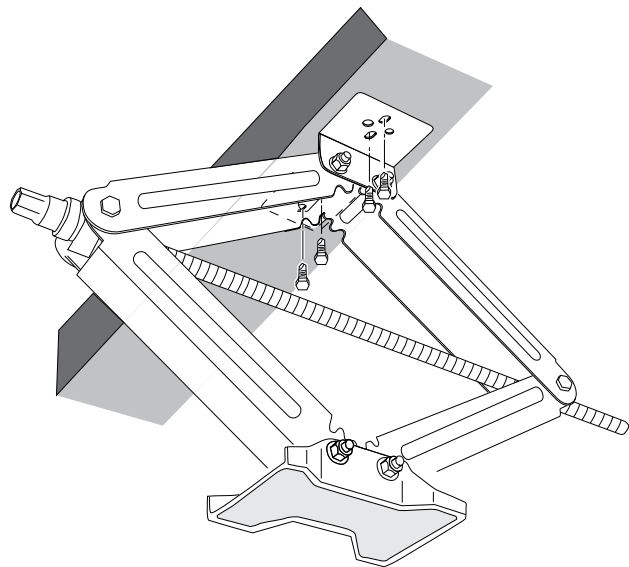

Figure 1
- Reposition jack. Use a 9/16" socket and ratchet to install the jacks to the vehicle frame using four bolts and four lock washers per jack. (Figure 1)
- Remettez en place le cric. Utilisez la douille de 9/16 po et la clé à cliquet pour fixer les crics sur le châssis du véhicule à l'aide de quatre boulons et de quatre rondelles d'arrêt pour chaque cric. (Figure 1)